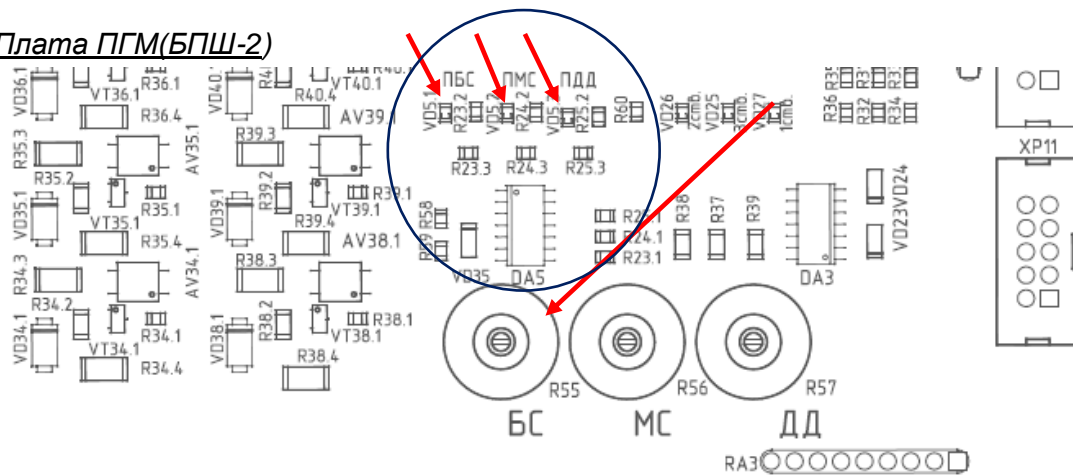

рис.5
Настройку порога чувствительности для контроля перегрузки по току на большой скорости следует выполнить согласно методике с помощью потенциометра R55, схема ХК327.33.10 ЭЗ, лист 2) см. рис.5
3. Проверить схему контроля перегрузки по току (ХК327.33.10 ЭЗ, лист 2) см. рис. 5